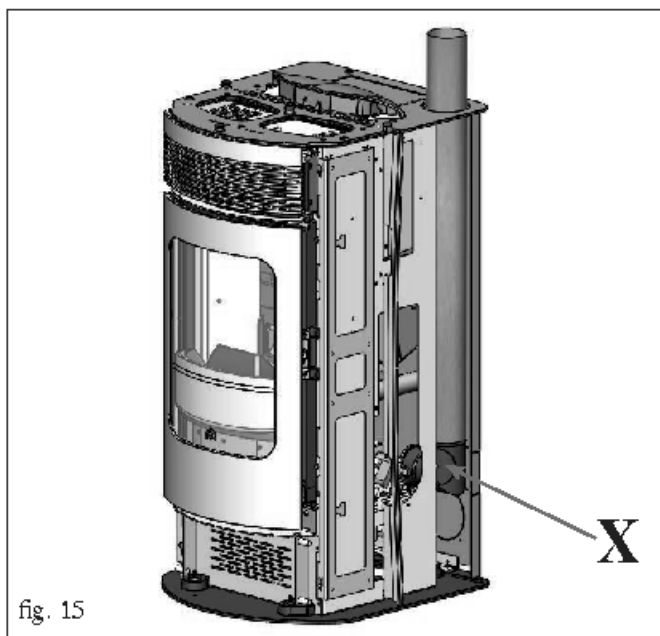

fig. 15
- Retirer le coude de raccordement (X - fig. 15) avec le collier du limaçon fumées et le remettre en place avec le raccord, pour le raccordement au tuyau de sortie des fumées (non fourni), orienté vers le haut.